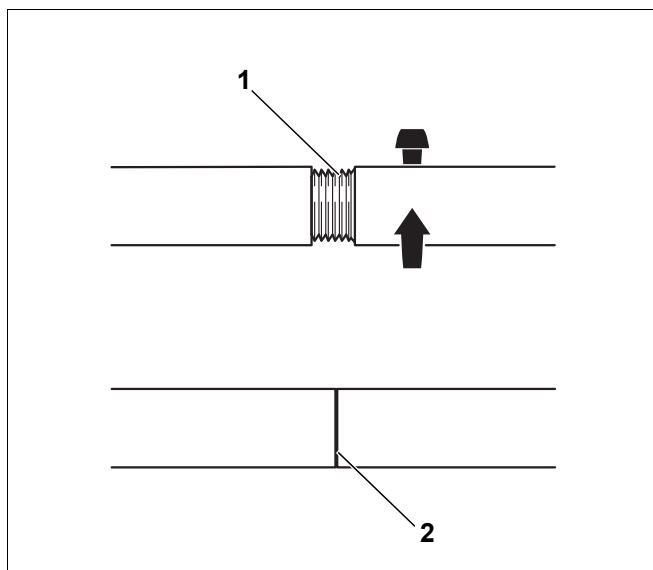

Bild 20 Kesselpresswerkzeug 2.3
- Kontrollieren Sie vor jedem Gebrauch die Zugstangen und ziehen Sie sie ggf. nach. Wenn die Zugstange ganz eingedreht und kein Gewinde zu sehen ist, dann ist sie korrekt positioniert (Bild 20, **Pos. 2**).
- Halten Sie das Gewinde (Bild 20, **Pos. 1**) sauber. Verschmutzte Gewinde können während des Pressvorgangs das Presswerkzeug beschädigen.